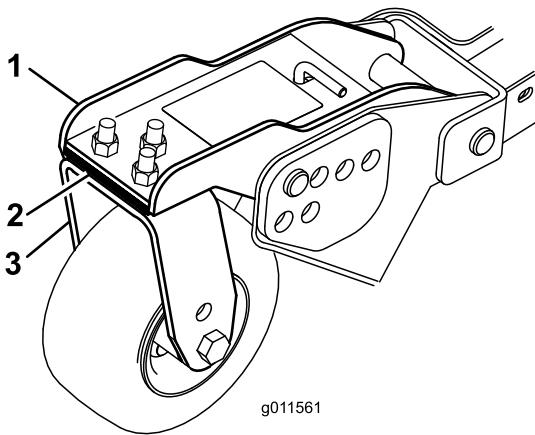

Bild 110
1. Entfernen Sie die Schrauben und Muttern, mit denen das vordere Laufrad an der Laufradgabel befestigt wird (Bild 110).